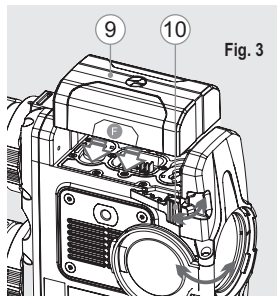

Fig. 3
- Levante la palanca (10).
- Instale la batería (9) en la ranura prevista del alojamiento del dispositivo de manera que el elemento F (Fig. 3) aparezca desde abajo.